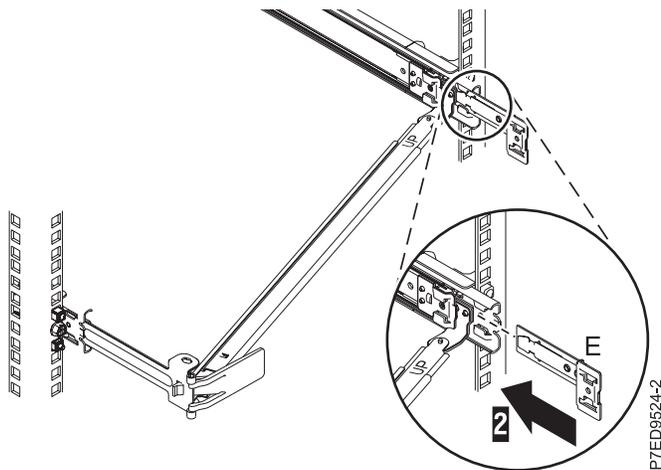

Abbildung 15. Schiene in Erweiterungshalterung installieren
- Schieben Sie die Erweiterungshalterung (E) in die rechte Schiene (1). Drücken Sie die Halterung in die Schiene, bis die gefederte Verriegelung einrastet (siehe Abb. 15).